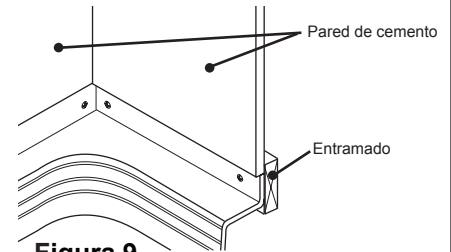

Figura 9
- 7** Sustituir el tamiz, si el equipo tiene. Cubrir la apertura del drenaje con cinta para que no entra el sucio de los materiales de instalación. Colocar un pared de cemento o equivalente encima del borde de la base y asegurarlo al entramado, ver Figura 9